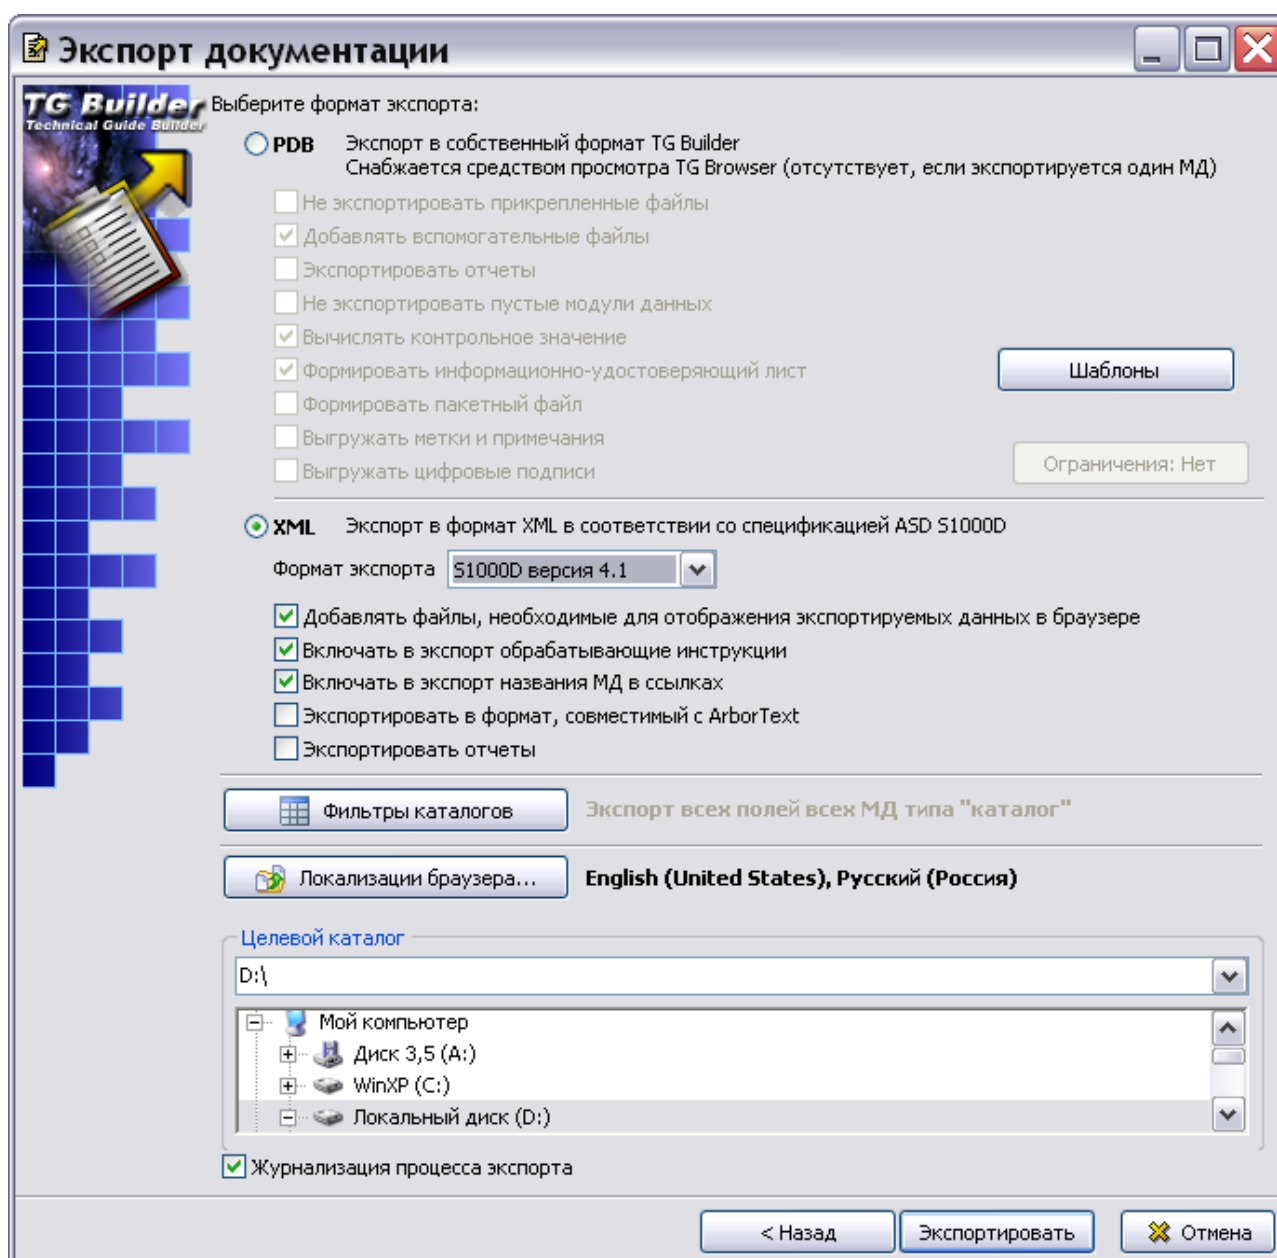

Рис. 24.27
5. Нажмите на кнопку **Далее**. После этого откроется вторая часть формы экспорта (Рис. 24.27).